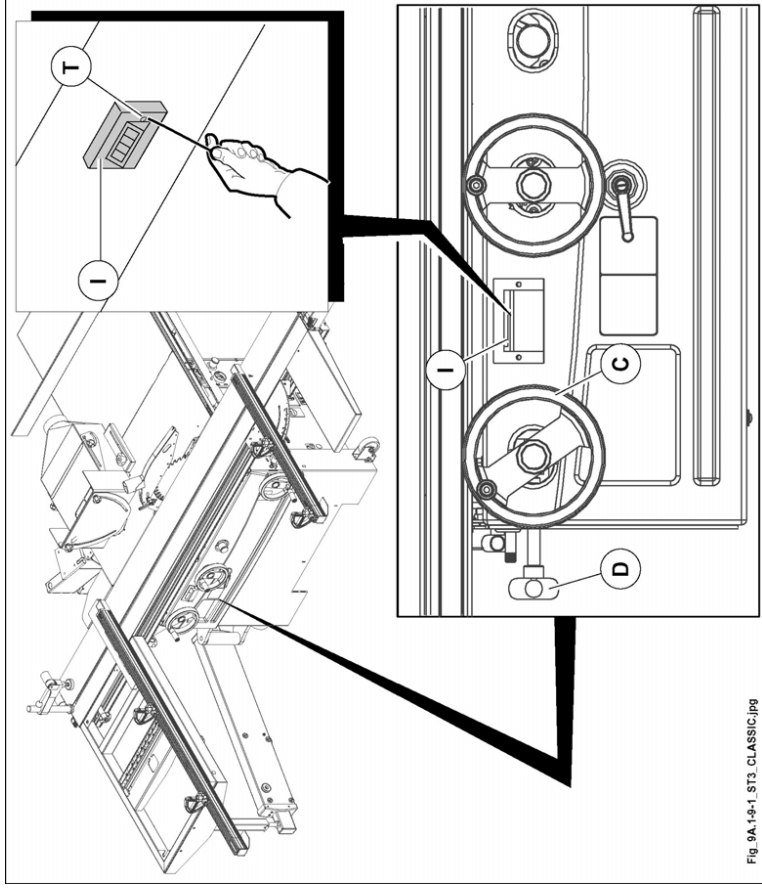

Abb. 9.1-9-1
- Handrad (C Abb. 9.1-9-1) drehen nach Lösen des Kugelgriffes (D Abb. 9.1-9-1).
- Nach erfolgter Verstellung Kugelgriff (D Abb. 9.1-9-1) immer festziehen.
- Den Schrägstellungswinkel auf der Anzeige (I Abb. 9.1-9-1) ablesen.
Falls der Anzeiger (I Abb. 9.1-9-1) nicht richtig anzeigt, stellen Sie ihn folgendermaßen wieder ein:
- einen kleinen Schraubenzieher in Bohrung (T Abb. 9.1-9-1) einsetzen und leicht drücken; zur Zunahme des Dezimalen des gezeigten Wertes im Uhrzeigersinn drehen, während zur Verminderung des Dezimalen gegen Uhrzeigersinn drehen.
der Neigungswert, der vom Nummernanzeiger (I Abb. 9.1-9-1) angegeben wird, hat einen Fehlerbereich von ± 0.25 mm; in den Stellungen bei 45° und 90° wird dazu geraten, die mechanischen Endanschläge als Bezugspunkte zu verwenden, um einen genaueren Ablesewert zu erhalten, indem man also das Handrad (C Abb. 9.1-9-1) bis zum Anschlag dreht.